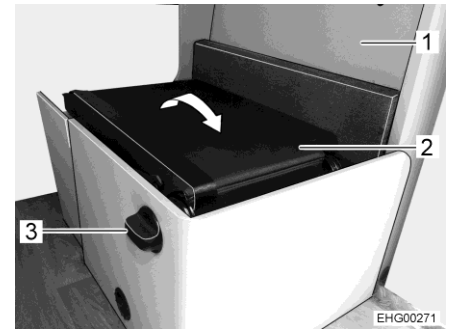
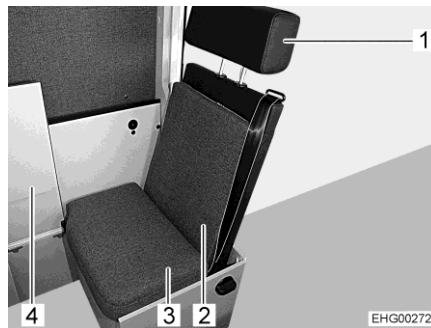

Fig. 11 Desplegando el asiento adicional
Fig. 12 Asiento adicional
- Abrir la tapa (Fig. 11,1) del banco longitudinal.
- Girar y mantener girado el asidero (Fig. 11,3) para desbloquear el respaldo.
- Desplegar el respaldo (Fig. 11,2).
- Plegar el elemento plegable (Fig. 12,4) del banco longitudinal hacia arriba.
- Enganchar el cojín del respaldo (Fig. 12,2) en la oreja de fijación en el varillaje del reposacabezas.
- Fijar el cojín del respaldo (Fig. 12,2) con la correa de sujeción (Fig. 11,2). En esto, prestar atención a que el cinturón de seguridad del asiento adicional no quede atrapado.
- Colocar el cojín del asiento pequeño (Fig. 12,3) en la superficie del asiento de tal modo que la oreja de fijación muestre hacia el respaldo (Fig. 11,2).